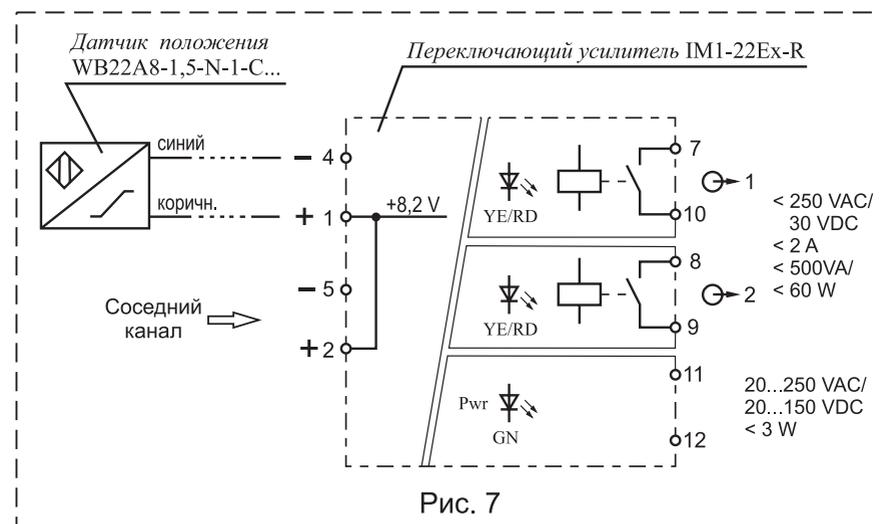

Рис. 7
4.4 Электрический монтаж датчика положения и переключающего усилителя производите в соответствии со схемой рис. 7 и руководством по эксплуатации на датчик положения и переключающий